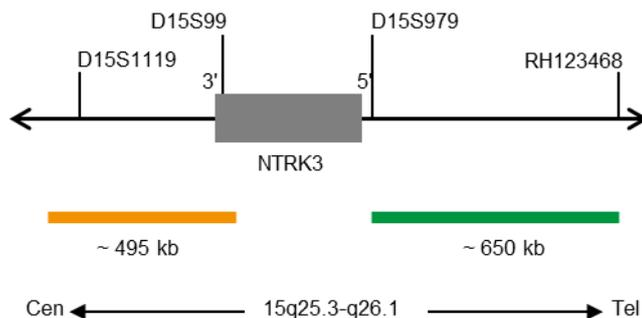

Abb. 1: SPEC NTRK3 Sondenlokalisation (nicht maßstabsgetreu)
- ZyGreen (Anregung 503 nm/Emission 528 nm) markierten Polynukleotiden (~10,0 ng/μl), die gegen Sequenzen in 15q25.3-q26.1\* (chr15:88,825,346-89,475,889) gerichtet sind, welche distal zur NTRK3-Bruchpunktregion lokalisiert sind (siehe Abb.1).
- ZyOrange (Anregung 547 nm/Emission 572 nm) markierten Polynukleotiden (~4,5 ng/μl), die gegen Sequenzen in 15q25.3\* (chr15:87,976,717-88,471,002) gerichtet sind, welche proximal zur NTRK3-Bruchpunktregion lokalisiert sind (siehe Abb. 1).